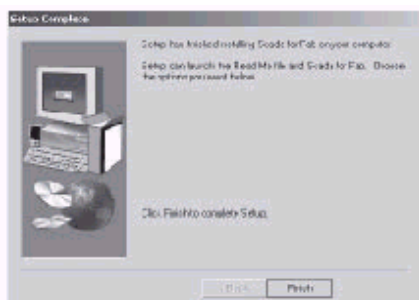

Fig. 2-6 Pantalla de Instalación 6
Paso 5. En la Fig. 2-6, si Ud. desea ejecutar el sistema inmediatamente, seleccione **Yes**. Caso contrario, presione **Finish**.